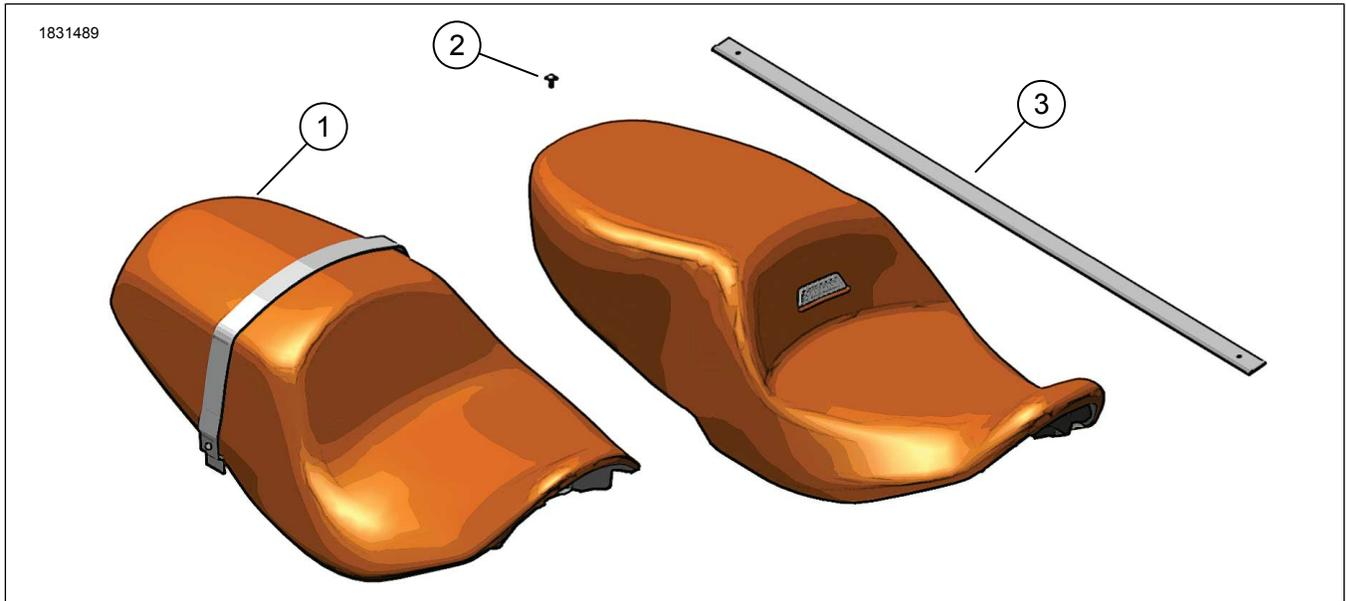
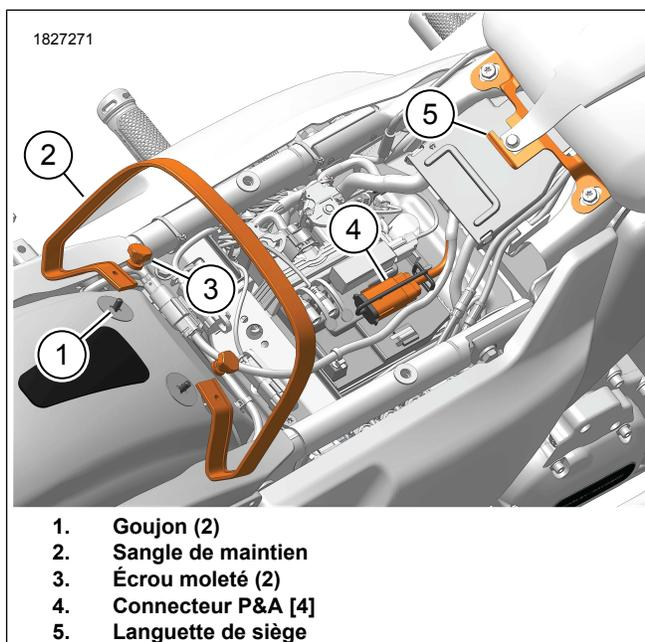
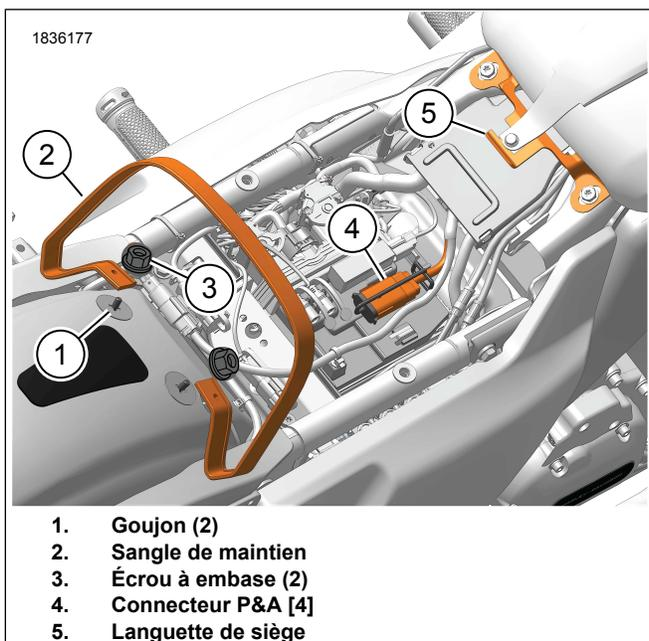
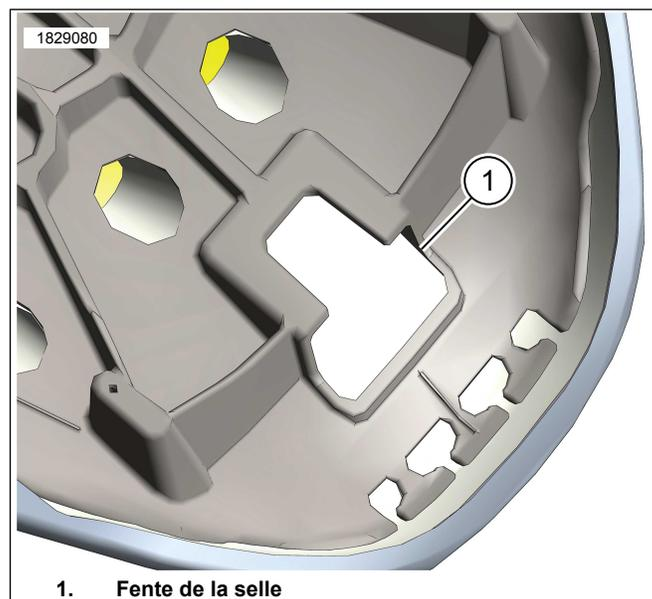

Figure 1. Contenu du kit : Selles - Touring
Figure 2. Emplacements des composants
Figure 3. Emplacements des composants
Figure 5. Écrou de montage de selle
- Voir la Figure 2. Les véhicules munis d'écrous moletés suivent les étapes 1a et 1b.
- Voir la Figure 3. Les véhicules munis d'écrous à bride suivent les étapes 1a et 1c.
1. Consultez Figure 2 et Figure 3. Installation de la **nouvelle** sangle de maintien.
- a. Installer la sangle de maintien (2) sur les goujons (1).
- b. Installez les écrous moletés (3). Serrer.
3. Voir Figure 2 et Figure 5. Installez l'arrière de la selle à travers la sangle de maintien (2) jusqu'à ce que la fente de montage de la selle (1) située sous le côté inférieur avant de la selle se trouve derrière la languette de la selle (5).
4. Faites glisser la selle vers l'avant jusqu'à ce que la languette de la selle s'engage complètement dans la fente de montage de la selle (1).
5. Voir la Figure 1. Installez la vis de la selle (2). Serrer.